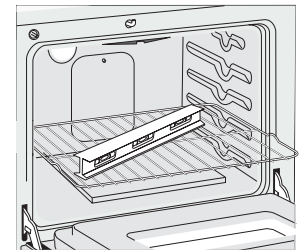
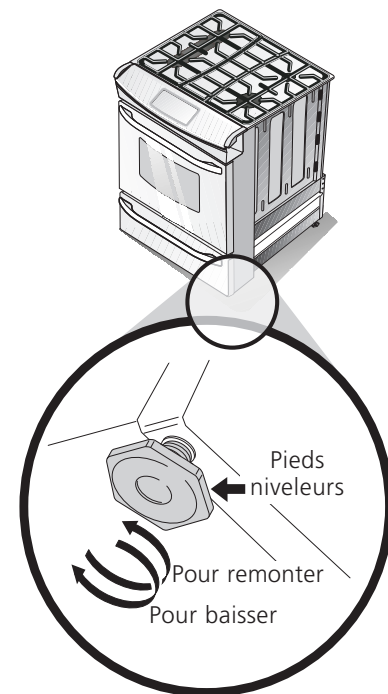

Figure 8
Figure 14
2. Déposez un niveau à bulle sur la grille (voir la figure 8). Prenez 2 lectures en plaçant le niveau en diagonale dans une direction, puis dans l'autre direction. Si nécessaire, ajustez les vis de nivellement à l'aide d'une clé (reportez-vous à la figure 14).
4. Mettez la cuisinière à niveau au besoin, en l'ajustant avec les 4 pieds niveleurs à l'aide d'une clé à molette (voir Figure 14). Un dégagement minimum de 1/8" (0.3 cm) est requis entre le bas de la cuisinière et les pieds niveleurs arrière pour disposer de suffisamment d'espace pour installer les supports anti-bascules.